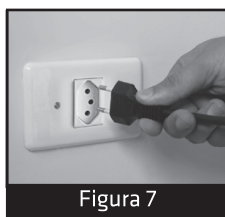

Figura 7
- Conectar o plugue na tomada (**Figura 7**)